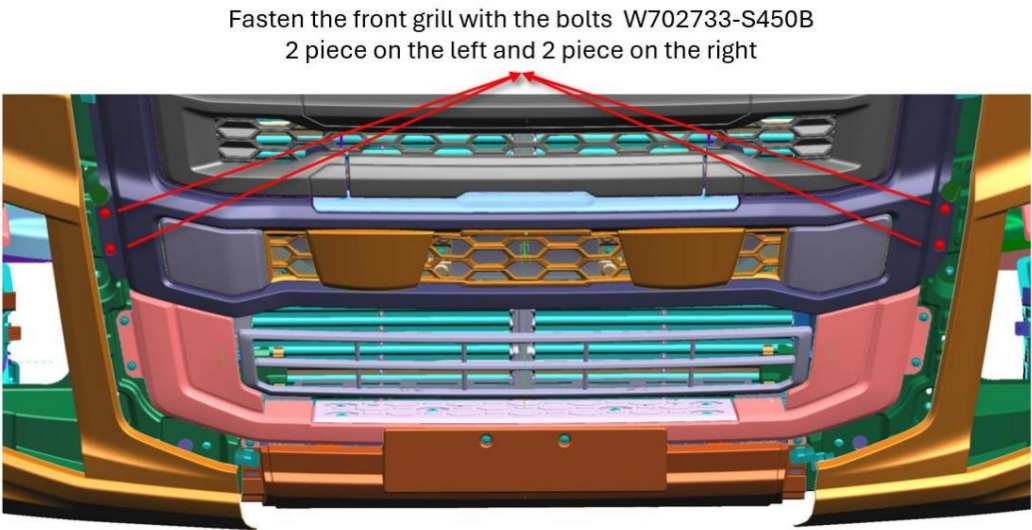

Figure 26 : Installation de l'ensemble pare-chocs avant
31. Installez le pare-chocs avant RC46-17750-A\* avec deux boulons à droite et deux à gauche à l'aide d'une clé dynamométrique de 8,00 Nm. Marquer au stylo jaune après serrage. Le couple de serrage du boulon W702733-S doit être de 8,00 ± 1,20 Nm. (Figure 26)